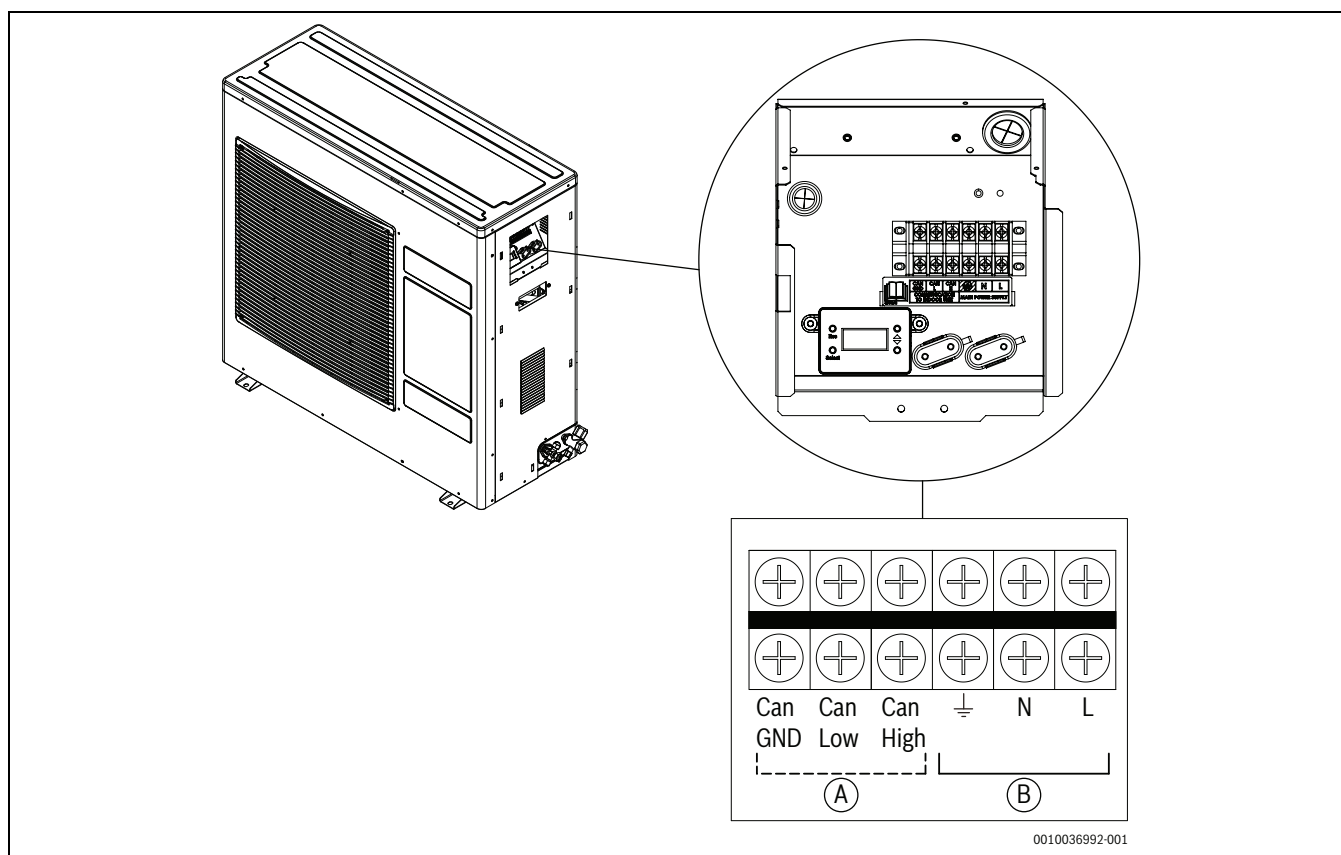

Bild 19 Kabelanschlüsse
4. Kommunikationskabel zwischen Außen- und Inneneinheit anschließen (Abb. 19 [A]). Das Ende des Kommunikationskabels zur Inneneinheit muss abgeschirmt sein.
5. Ende von Stromversorgung an Außeneinheit (Abb. 19 [B]) und anderes Ende an Hauptverteiler anschließen.